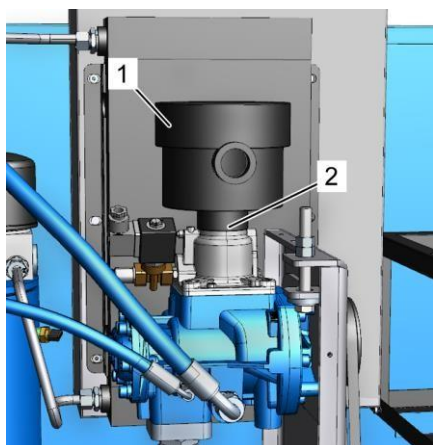

Рис. 50: Отсоединение хомутика приемного фильтра
4. Отсоедините хомутик приемного фильтра (Рис. 50/2).
5. Извлеките старый приемный фильтр (Рис. 50/1).
6. Установите новый приемный фильтр (Рис. 50/1).
7. Затяните хомутик приемного фильтра (Рис. 50/2). ↪ Приложение В «Моменты затяжки винтов» на странице 153